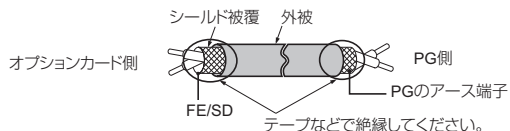
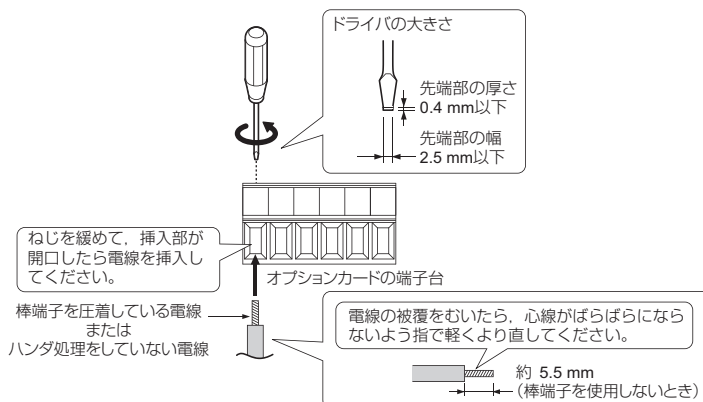

図 6 シールド線の末端処理
図 7 電線の末端処理と配線
2. インバータ側の接地端子 (I) には 2 つしかねじ穴がありません。オプションカードを 3 枚取付ける場合は、リード線の端子を重ねて接続してください。
4. 図 6 と図 7 を参考に電線の末端を処理してください。配線時の締め付けトルクについては、「電線サイズと締め付けトルク」(32 ページ)を参照してください。すべての電線が確実に固定されているか、電線の被覆が端子台の挿入部に噛み込んでいないかを確認してください。また、はみ出した心線はすべて切断してください。
5. オプションカードの端子台と PG を接続してください。配線については図 6、図 7、図 22 を参照してください。また、接続図については 図 21 を参照してください。端子の詳細については、「端子の機能」(34 ページ) を参照してください。